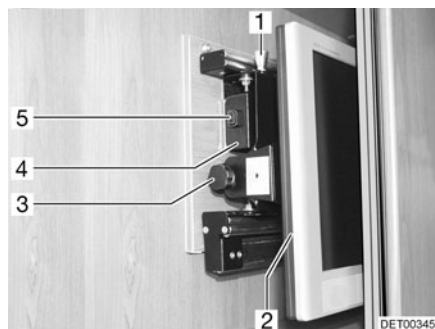

Fig. 89 Meuble télévision
- Appuyer sur le bouton de déverrouillage (Fig. 89,5) et tirer le support de l'écran plat jusqu'à la butée vers l'avant, à l'aide de la poignée (Fig. 89,4).
- Tirer le bouton de déverrouillage (Fig. 89,1) et faire pivoter l'écran plat (Fig. 89,2) dans la position souhaitée.
- Desserrer la vis moletée (Fig. 89,3).